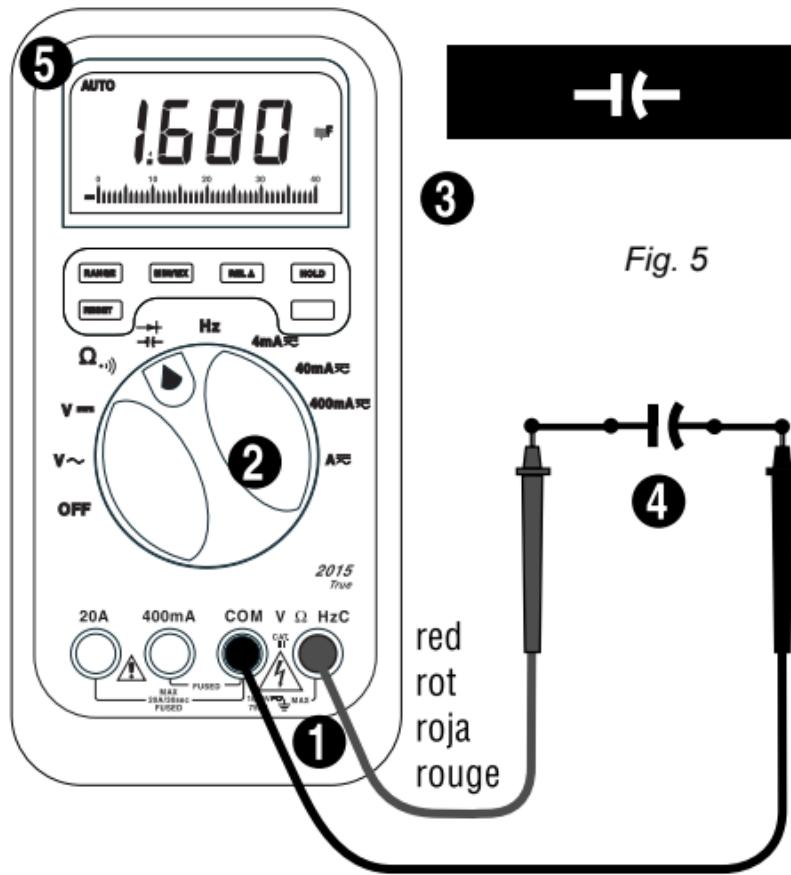

Fig. 5
CAPACITANCE MEASUREMENTS (See Fig. 5)
Discharge all voltage from the capacitor before measurement. A safe way to discharge a capacitor is to connect a $100\text{ k}\Omega$ resistor across the two capacitor leads. ❶ Connect test leads as shown in figure 5. ❷ Set the Function/Range switch to the  range. ❸ When measuring electrolytic capacitors, observe correct polarity (connect the COM test lead to the negative capacitor lead marked $-$). ❹ Read the capacitance value on the display.
D • Kapazitätsmessung (siehe Fig 5)
E • Medidas de Capacidad (vea Fig. 5)
F • Mesure de Capacité (voir fig. 5)
Déchargez le condensateur (à travers une résistance de $100k\Omega$). ❶ Connectez les cordons comme indiqué en figure 5. ❷ Placez le sélecteur sur $\rightarrow\leftarrow$ (respectez la polarité pour les condensateurs électrolytiques). ❸ Lisez la valeur.